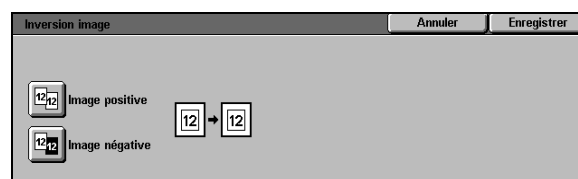

Figure 26 : Écran Image négative
- 2 Sélectionnez **Image négative** pour afficher l'écran de paramétrage requis (voir la figure 26).